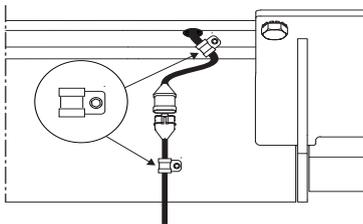
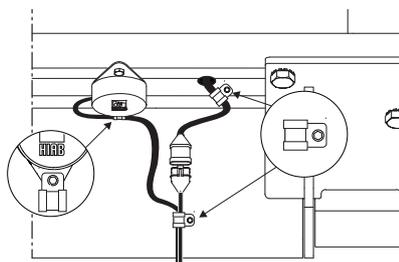

Figura 51. Conexión de cableado en puente con dispositivo de mando con el pie solamente
Figura 52. Conexión de cableado en puente con luces de aviso o con luces de aviso y dispositivo de mando con el pie
1. Conecte el cable suministrado al cable del dispositivo de mando con el pie/de las luces de aviso en el puente. Para puentes con dispositivo de mando con el pie solamente, véase Figura 51. Para puentes con luces de aviso o con luces de aviso y dispositivo de mando con el pie, véase Figura 52.
2. Fije el cable al puente con las abrazaderas de cable. En puentes de carga con luces de aviso, fije también el cableado del sensor de ángulo con las mismas abrazaderas de cable, véase Figura 52.